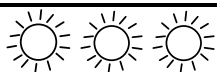

Fig. 6.14
3. For storing the set parameters, keep the boiler reset push-button pressed for about 5 seconds; all signal LEDs will flash simultaneously, as described on Fig. 6.14
3. Для занесения в память установленной настройки, держать нажатой кнопку перезапуска бойлера приблизительно 5 секунд, все индикаторные лампы будут одновременно мигать, как описано в Fig. 6.14